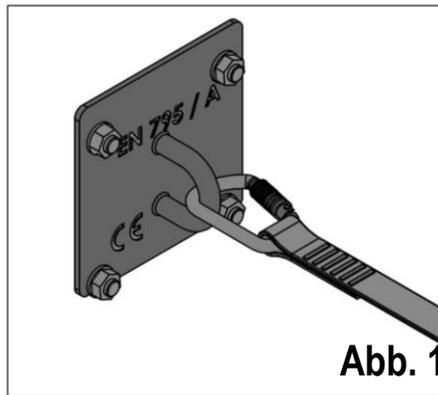
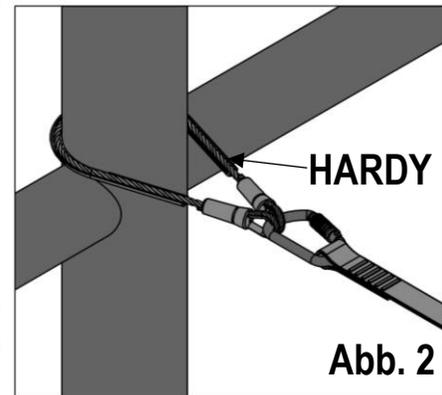

Abb. 1
Abb. 2
- Nach EN 795, Typ A, zertifizierte Anschlagpunkte (**Abb. 1**), die in der Lage sind, die erforderliche Mindestbruchlast zu gewährleisten!
- Zertifizierte Ankerschlinge (EN 795 Typ B) um eine geeignete Ankerstruktur gewickelt (**Abb. 2**). Vergewissern Sie sich, dass die Verankerungsstruktur die erforderliche Mindestfestigkeit aufweist, die Form und die Abmessungen eine sichere und zuverlässige Verbindung gewährleisten und KEINE scharfen Kanten vorhanden sind!
- Bringen Sie die beiden Endverbinder entsprechend an! (Siehe Abb. 1, Abb. 2 und Abschnitt ANSCHLÜSSE)
- Stellen Sie die Ratsche auf die Position "OFFEN" (1) und drehen Sie die Hauptwelle (2), so dass das Gurtband frei gleiten kann. Achten Sie darauf, dass das Gurtband nicht verdreht ist, und üben Sie mit der Hand eine leichte Spannung aus (3). Ziehen Sie den Griff nach oben und unten (4), um das Seil zu spannen, während Sie das freie Ende straff halten. Vergewissern Sie sich, dass die Spannung etwa 3 Windungen über der Hauptwelle ergeben hat und die Leine fest mit $1\text{ kN} \pm 20\%$ gespannt ist (5). Stellen Sie den Griff in die Position "GESCHLOSSEN" (6).